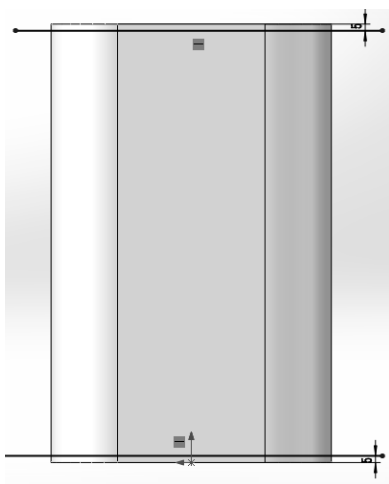

图 7-13 绘制草图 2
(7) 在刚才新建的基准面 1 上绘制如图 7-13 所示的草图 2。